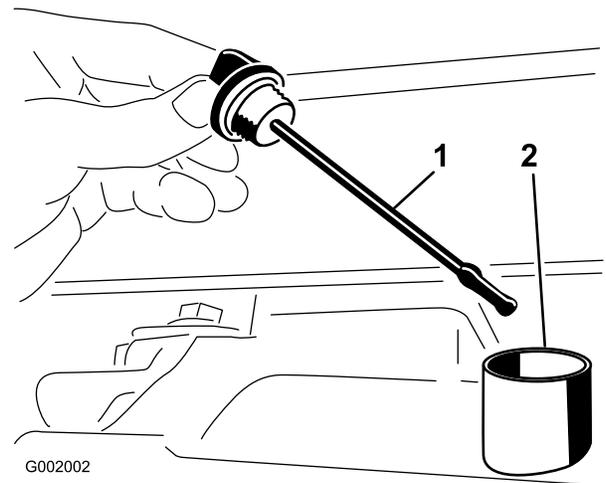

Figure 37
2. Retirez la jauge de la boîte-pont et essuyez-la sur un chiffon propre (Figure 37).